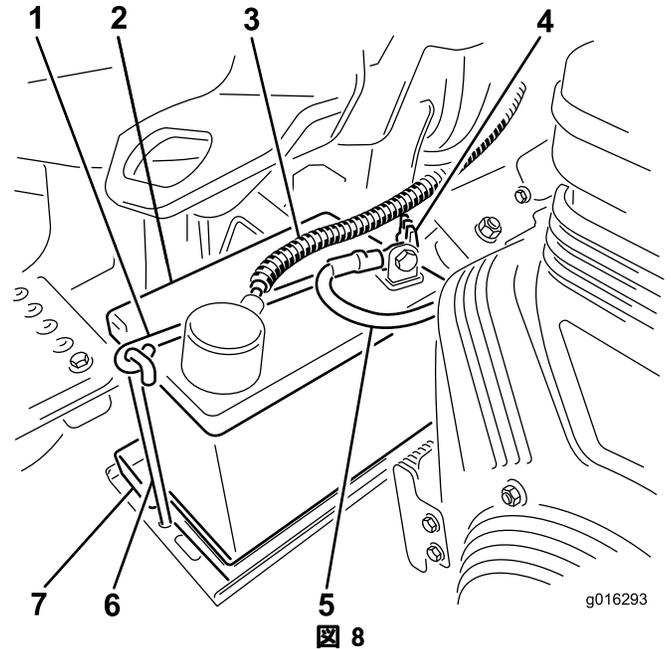

図8はガソリンモデルです(モデルによって多少異なります)。
- バッテリートレイの上にバッテリーを置き、先ほど取り外したクランプと固定具で固定する(図8)。
- 赤いプラス (+) ケーブルをバッテリーのプラス (+) 端子に、黒いマイナス (-) ケーブルはバッテリーのマイナス (-) 端子にはめ、ボルトとナットで固定する(図8)。ショート防止のために (+) 端子にゴムキャップをかぶせる。